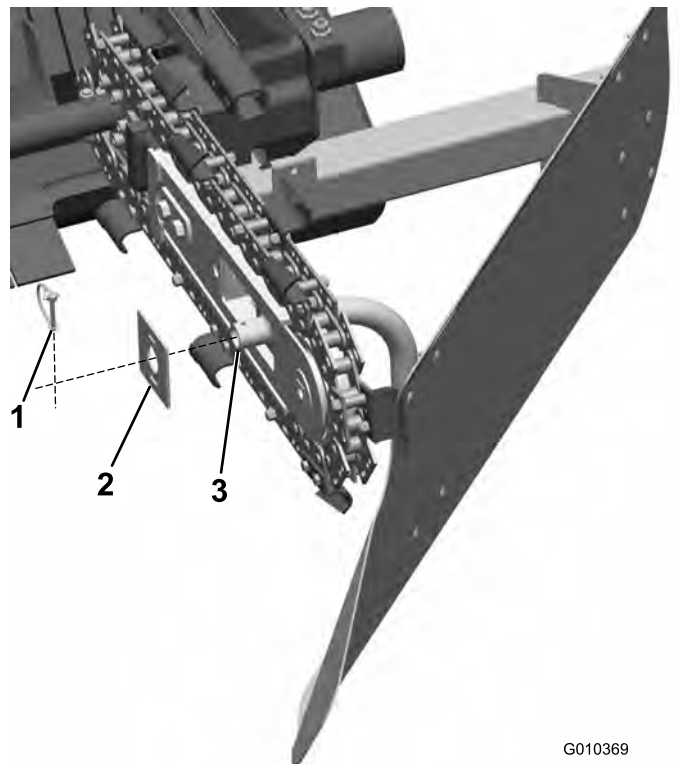

Figura 5
3. Rimuovere l'acciarino e la piastra di montaggio dalla staffa di montaggio anteriore (Figura 5).
5. Infilate la piastra di montaggio sulla staffa di montaggio anteriore, fissandola con l'acciarino attaccato (Figura 5).